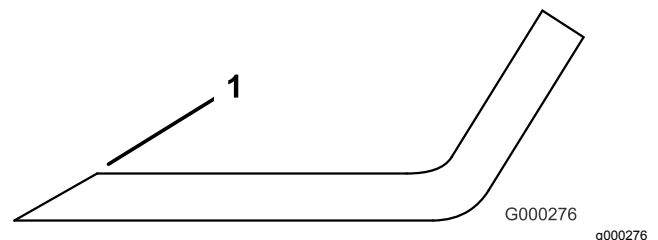

Bild 29
3. Untersuchen Sie die Schnittkanten aller Messer. Schärfen Sie alle stumpfen und ausgekerbten Schnittkanten. Schärfen Sie nur die Oberseite der Schnittkanten und behalten dabei den ursprünglichen Schnittwinkel bei, um die Schärfe des Messers zu gewährleisten (Bild 29). Das Schnittmesser behält seine Auswuchtung bei, wenn von beiden Schnittkanten die gleiche Materialmenge entfernt wird.